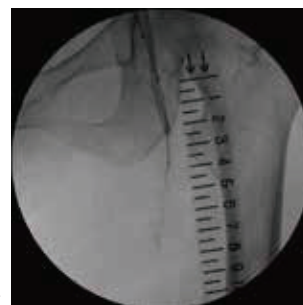

図4
- 5) ガイドングシースの中に挿入した4Fr 135cmサポートカテーテルに0.018"ガイドワイヤーを通してSFA CTOのproximal fibrous capの穿通を開始した。(図4)